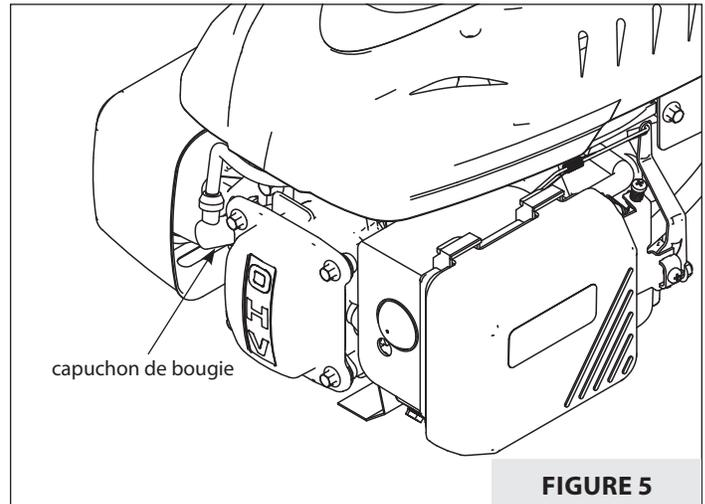

FIGURE 5
1. Débrancher le câble de bougie et l'écartier de la bougie. Si le moteur est équipé d'une batterie, débrancher à la borne négative. **VOIR FIGURE 5.**
La bougie recommandée est une DK7RTC. La bougie se trouve sur la gauche du couvercle des soupapes. **VOIR FIGURE 5.**